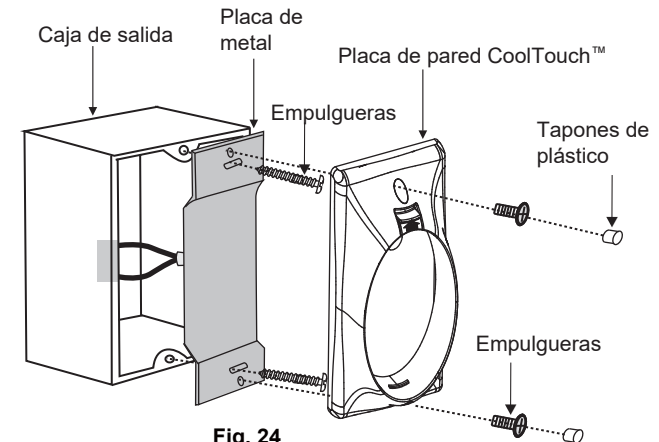

Fig. 24
Paso 2. Instale la placa de metal y la placa de pared CoolTouch™ en la caja de salida de pared existente con 4 tornillos provistos. Luego coloca los dos plásticos se conecta a la placa de pared. (Fig. 24)